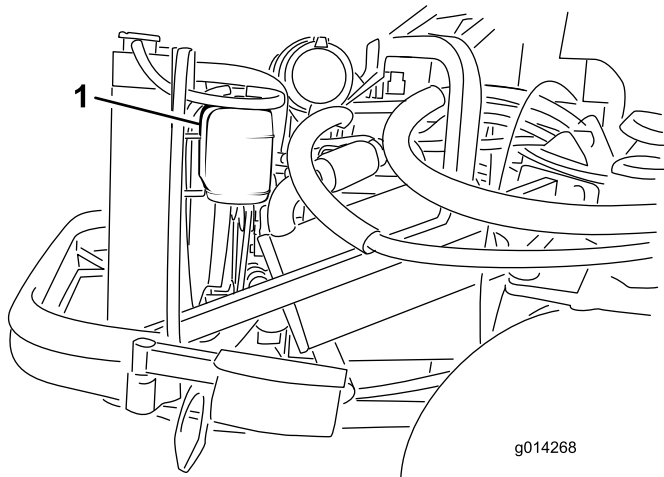

Figura 33
1. Controllate il livello di refrigerante nel serbatoio di espansione (Figura 33). Il livello di refrigerante